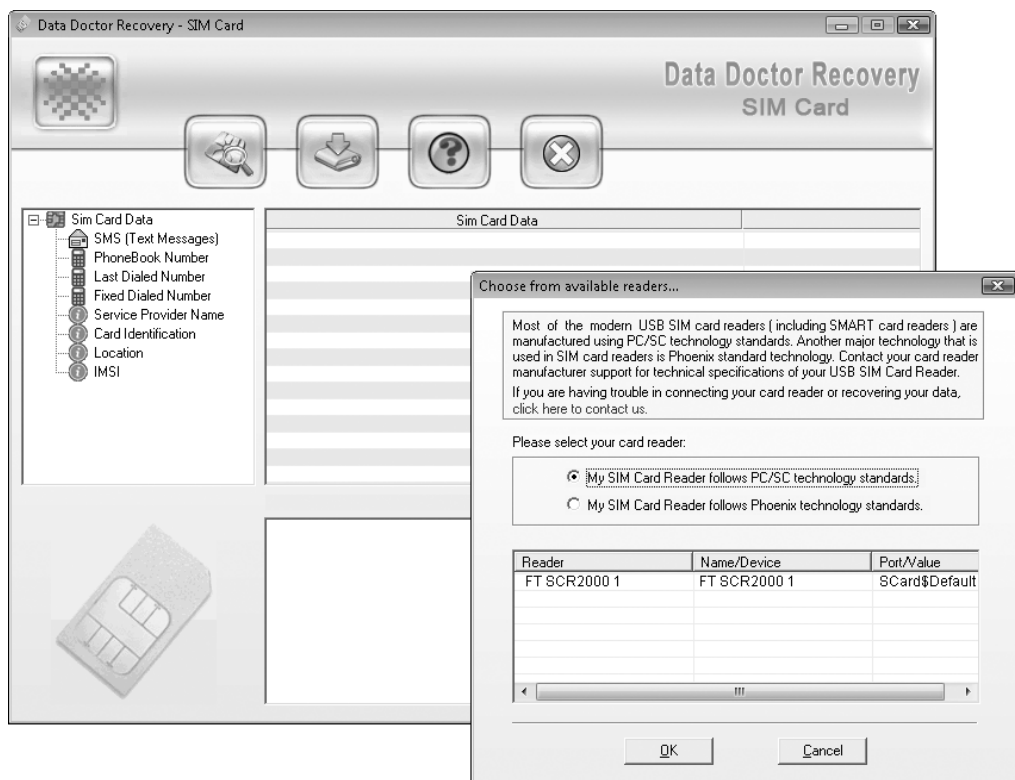

Рис. 11.7. Главное окно программы Data Doctor Recovery — SIM Card и выбор картридера
3. В главном окне нажмите кнопку  **Search** (Поиск). Откроется окно, в котором следует выбрать используемый картридер (рис. 11.7).